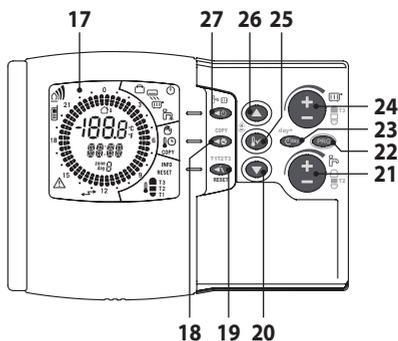
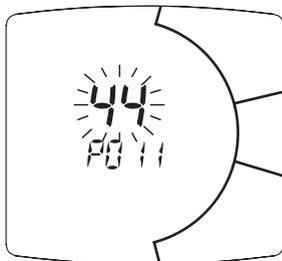

Figura 5.39
Figura 5.42
- Scorrere i vari parametri utilizzando il tasto 21 in Figura 5.39 fino a far apparire sul display LCD le lettere **P011** con sopra il relativo valore del parametro **44** che lampeggia, indicante l'entrata nel "parametro 11" (Figura 5.42).
- Modificare il SET programmato agendo sul pulsante 24 in Figura 5.39 fino a visualizzare un **set di**